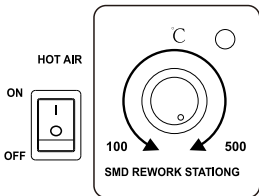
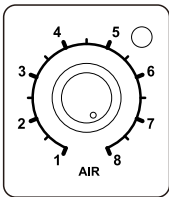

图4
图5
4. 打开主机后面的总开关，温度显示  闪烁为待机状态。再打开风枪开关，调节风枪温度旋钮设置所需的温度，（如图4所示）此时风枪工作指示灯亮起，升温时为常亮，恒温时闪烁，降温时熄灭。调节风量旋钮设置合适的风量，（如图5所示）待温度稳定（指示灯快速闪烁）后便能进行拆焊工作。